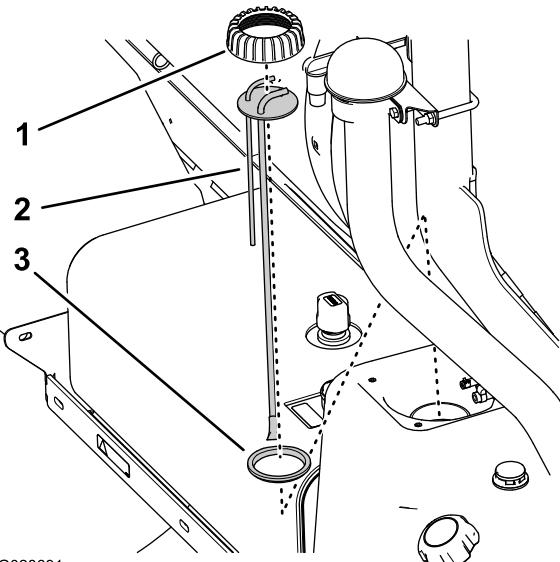

Bild 79
5. Drehen Sie den Kraftstoff-Steigrohr- bzw. Senderring nach links und nehmen Sie den Ring ab (Bild 79).
6. Heben Sie das Kraftstoff-Steigrohr bzw. den Sender aus dem Kraftstofftank heraus (Bild 79).
1. Setzen Sie den Steigrohring auf das Steigrohr und das Steigrohr auf die Dichtung (Bild 79).
2. Fluchten Sie die Kappe, das Steigrohr und die Dichtung mit dem Tank aus und setzen Sie das neue Steigrohr vorsichtig in den Kraftstofftank ein (Bild 79).
3. Schrauben Sie den Deckel auf den Füllstutzen des Kraftstofftanks und ziehen Sie den Deckel mit der Hand fest (Bild 79).